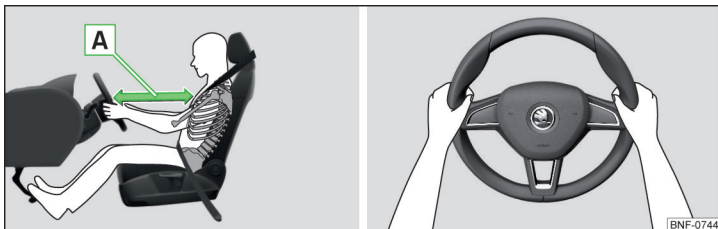

Bild 2 Rätt sittposition för föraren/rätt handposition på ratten
- ✓ Ställ in förarstolen så att pedalerna kan trampas ned helt med lätt böjda ben och att avståndet mellan ratt och bröstben är minst 25 cm » bild 2 - A.
- Håll båda händerna i rattens yttre krans i positionerna klockan "9" och klockan "3" när du kör » bild 2. Håll aldrig i ratten i positionen klockan "12" eller i något annat grepp (till exempel i rattnavet eller på rattkransens insida). Det kan orsaka svåra skador på armar, händer och huvud om airbagen löser ut.